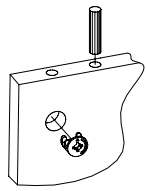

Рис.1
1. Вставить головки минификс в соответствующие плоскостные отверстия деталей 1, 2, 3, 4, 6, 7, 10. Вставить шканты в соответствующие торцевые отверстия деталей 1, 2, 3, 4, 6, 7, 10 (Рис.1).